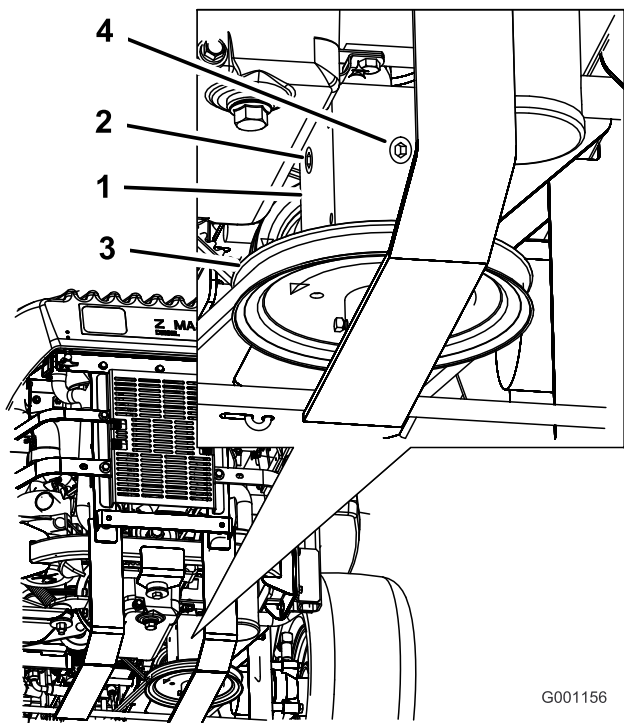

Figura 63
4. Togliete il tappo laterale o posteriore degli ingranaggi (Figura 63).